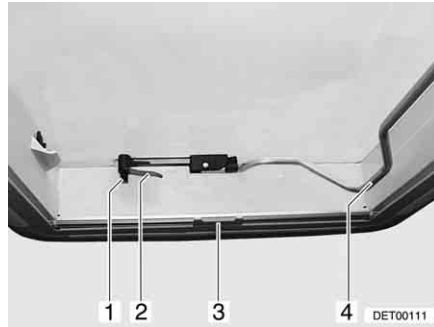
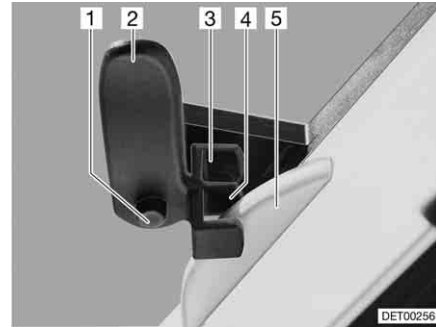

Fig. 58 Oblò Heki, chiuso
Fig. 59 Oblò Heki in posizione di ricircolo d'aria 1
- Premere il bottone di sicurezza (Fig. 58,1) e ruotare di un quarto di giro verso l'interno la leva di serraggio (Fig. 58,2).
- Tirare la staffa (Fig. 58,4) verso il basso per sbloccarla dall'arresto.
- Ruotare la leva di serraggio (Fig. 58,2 e Fig. 59,2) di un quarto di giro. Il nasello del serraggio del tetto (Fig. 59,5) deve innestarsi nella forchetta di serraggio superiore (Fig. 59,3).
- Premere il bottone di sicurezza (Fig. 59,1) e girare all'indietro la leva di serraggio (Fig. 59,2). Il nasello del serraggio del tetto (Fig. 59,5) deve innestarsi nella forchetta di serraggio inferiore (Fig. 59,4).